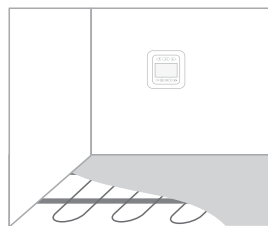

Рис.8
7. Залейте площадь укладки нагревательного мата клеевым раствором (Рис.8).